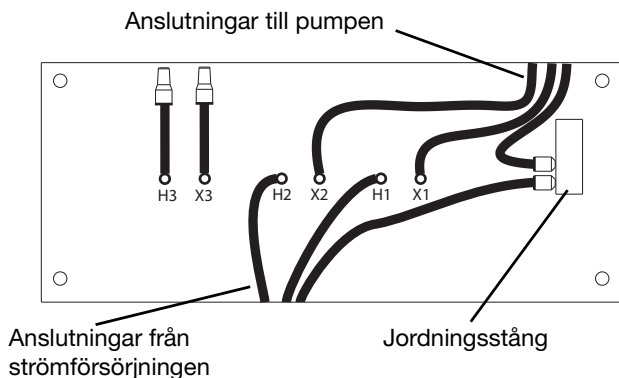

FIG. 9: Anslutningar för transformatoranslutning
5. Se **FIG. 9** på sidan **12** och anslut ledningarna från nätsladden till ledningarna märkta H1 och H2 inuti transformatorn.
6. Anslut nätkabelns jordledning till jordstången inuti transformatorn enligt **FIG. 9** på sidan **12**.
OBS! De övriga ledningarna som visas i **FIG. 9** (H3, X3) ansluts på fabriken och är inte nödvändiga för att ansluta transformatorn till pumpen.